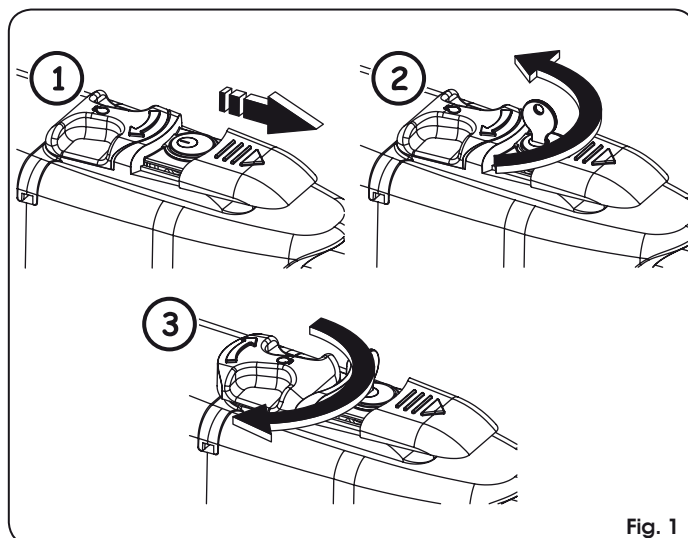

Fig. 1
2. Schuif het beschermdeksel weg, fig. 1/1.
3. Steek de sleutel erin en draai hem 90°, fig. 1/ 2.
4. Om de aandrijving te ontgrendelen draait u de bedieningshendel 180° in de richting van de pijl op het ontgrendelsysteem, fig. 1/ 3.